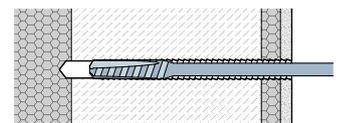

Fig. 9.2
- 2) Ripassare il foro con un maschio M16 per l'intera profondità (fig.9.2).